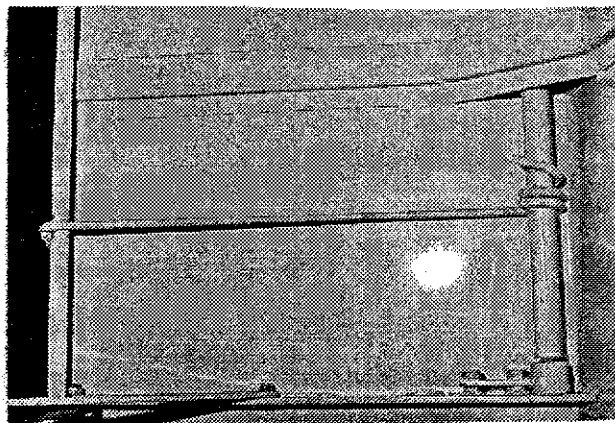

Bild 12:
**ACHTUNG!** Nicht zu oft umschlingen, da dann nicht mehr genug Rollweg bleibt (Bild 12).